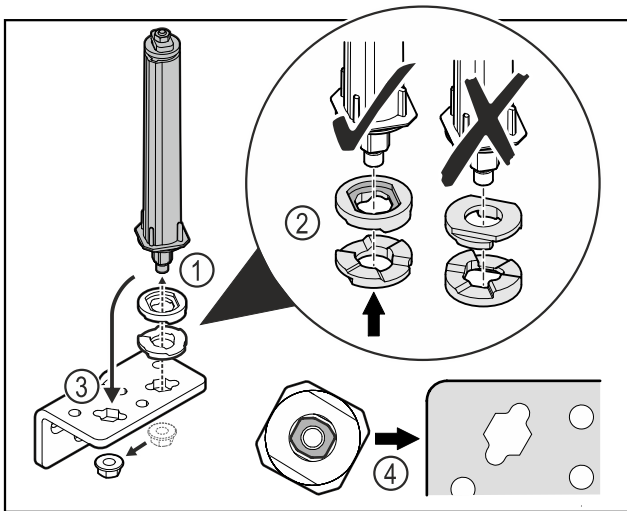

Fig. 23
- ▶ Mutter lösen und Türschließsystem entfernen Fig. 23 (1).
- ▶ Auf die korrekte Ausrichtung der Höhenverstelleichen achten Fig. 23 (2).
- ▶ Türschließsystem im Scharnierwinkel umsetzen und mit der Mutter fixieren Fig. 23 (3).
- ▶ Beim Einsetzen auf die korrekte Ausrichtung des Türschließsystems achten Fig. 23 (4).